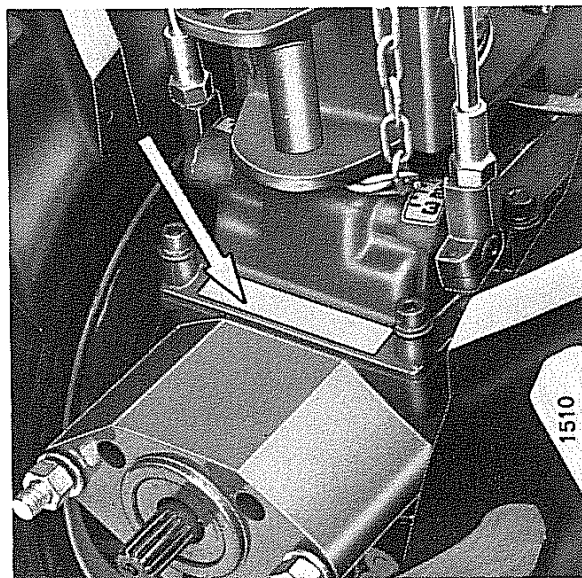

Fig. 36 - Identificazione motocoltivatore
N.B. - La sigla del modello, la serie e il numero del motocoltivatore si trovano stampigliati sull'apposita targhetta metallica oppure nel punto indicato dalla freccia in fig. 36.